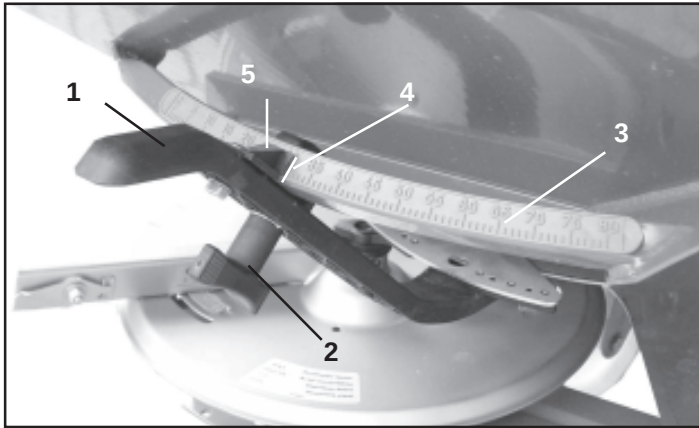

Fig. 11.1
Mängdinställningen görs med de båda inställningsspakarna (Fig. 11.1/1). Inställningsläget för önskad utmatningsmängd hämtas antingen direkt ur **såtabellen (kap 11.1.2)** eller räknas fram med hjälp av **beräkningsskivan (kap. 11.1.3)**.
- Lossa vingmuttern (Fig. 11.1/2).
- Sök upp det önskade inställningsvärdet på skalan (Fig. 11.1/3).
- Ställ in inställningskanten (Fig. 11.1/4) på vinkeljärnet (Fig. 11.1/5) mot det önskade värdet.
- Drag på nytt åt vingmuttern (Fig. 11.1/2) ordentligt.